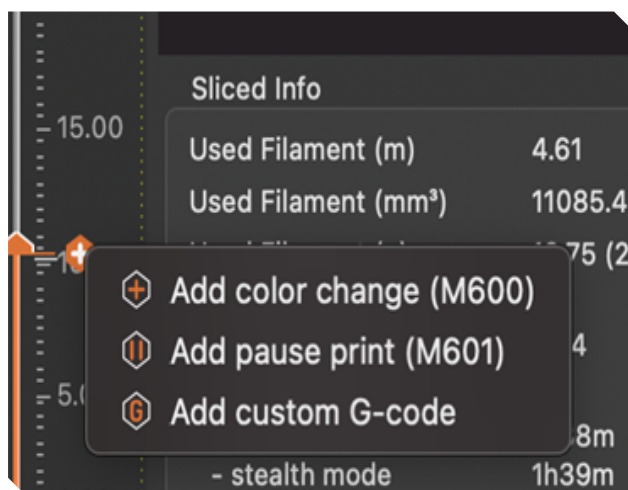

Figura 10 - Menu para configurações adicionais juntamente com a opção de Add Custom G-Code
No scroll de layers existe um menu escondido que é liberado quando você clica com o botão da **direita** do mouse sobre o ícone (+). Neste menu você irá encontrar três (3) novas opções e, dentre elas, iremos utilizar a última chamada **Add Custom G-code**. (Figura 10)